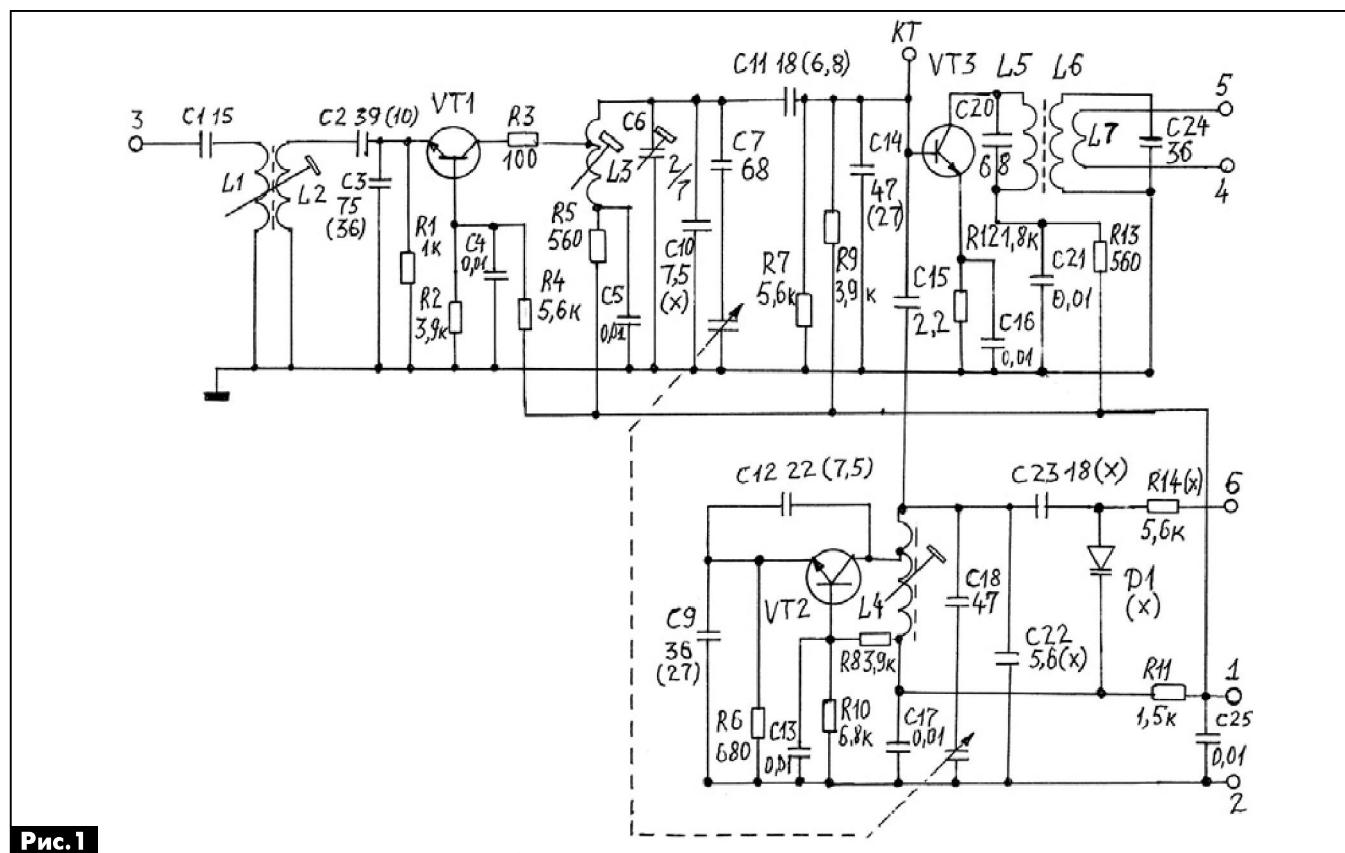

Рис. 1
На **рис. 1** показана принципиальная электрическая схема блока УКВ-2-1-с, а на **рис. 2** – монтажная схема (вид сверху) этого блока с расположением элементов, которые должны быть заменены или удалены при доработке. На принципиальной схеме эти элементы легко найти, так как после номинала этих деталей до переделки в скобках указаны номиналы этих элементов после доработки блока УКВ. Если в скобках стоит «x», то это означает, что эти детали следует удалить из схемы.
2. Снимают крышку-экран, кусачками удаляют отмеченные на **рис. 1** скобками элементы схемы таким образом, чтобы от них остались выводы, к которым припаивают новые детали с номинальными значениями, указанными в скобках.
4. Выпаивают помеченные на **рис.1** элементы и впаивают новые элементы номиналами, указанными в скобках.